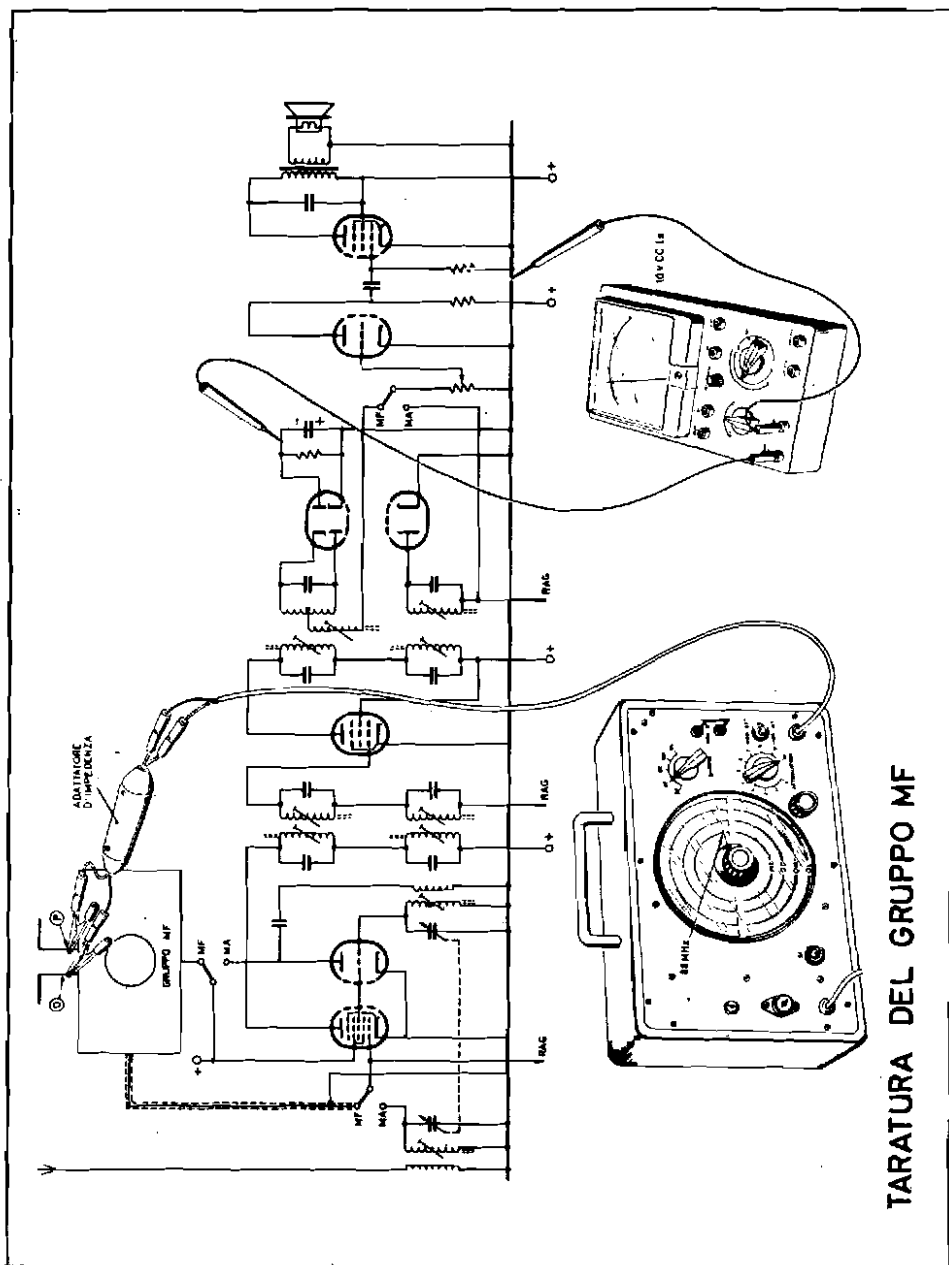

Fig. 16
d) Si dispone l'indice dell'oscillatore modulato e quello del ricevitore su 88 MHz; nel ricevitore il valore di frequenza si legge sulla scala parlante, mentre nell'oscillatore la frequenza si legge sulla quarta scala a partire dall'alto, contrassegnata MF. I collegamenti sono illustrati nella *fig. 16*.